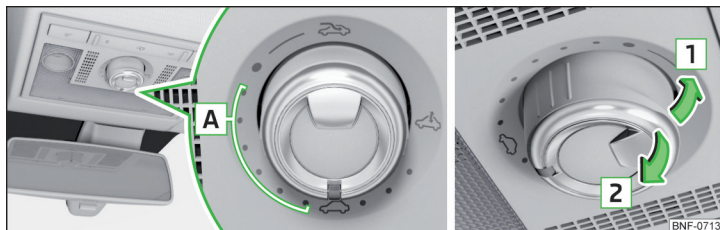

Fig. 36 Operação do teto de correr/de abrir
Operação do teto de correr/de abrir » Fig. 36
Se o teto de correr/de abrir é fechado, puxando no entalhe do interruptor no sentido da seta **2** » Fig. 36 na página 49 e o processo de fecho é impedido por um obstáculo, então a limitação de esforço é colocada fora de função na terceira tentativa de fecho (se o período de 5 s não é alcançado entre as tentativas individuais para fechar). O teto de correr/de abrir fecha com todo o esforço - existe perigo de ferimentos.
- Ligar a ignição e colocar o interruptor na posição ➤ » Fig. 36 na página 49.